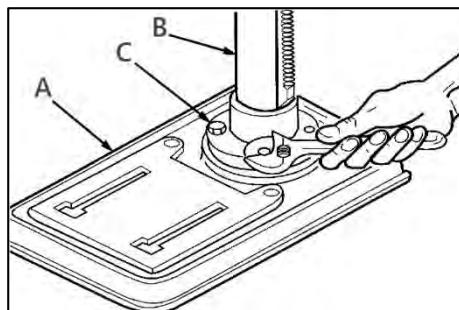

Рисунок 2.
Расположите колонну в сборе на основании (A) (рис. 2), совместите отверстия во фланце (C) с отверстиями основания. (A). С помощью четырех болтов прикрепите фланец (C) к основанию, затяните болты подходящим гаечным ключом.